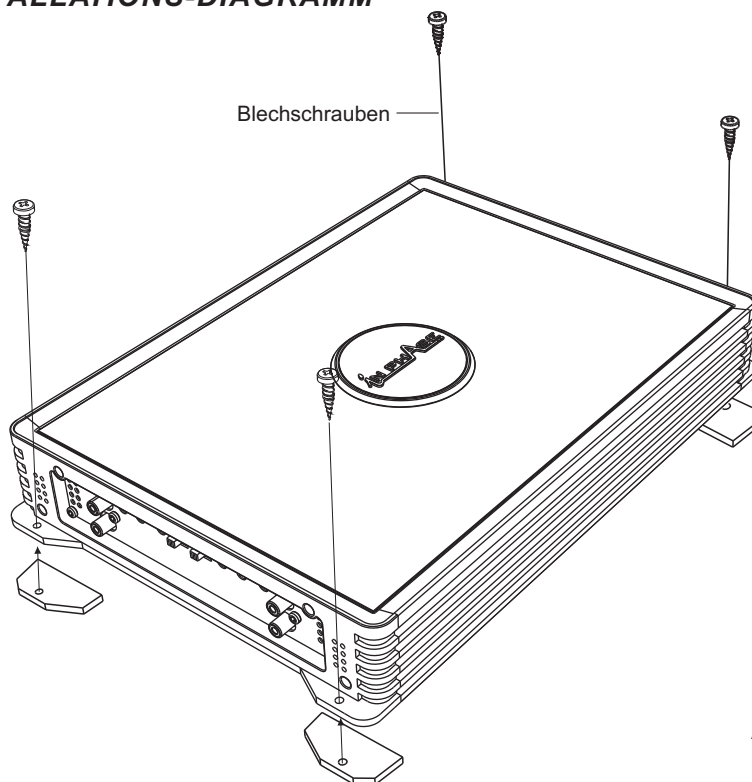

Abb. 1
1. Nach dem Lesen der Sicherheitshinweise entscheiden Sie sich zunächst für einen Einbauort, siehe Abb. 1.